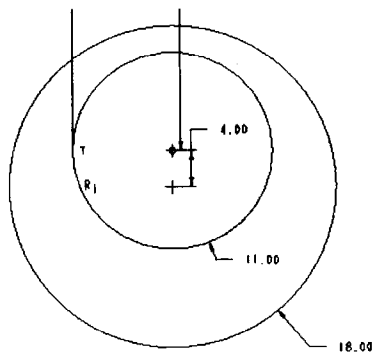

图 1-24 绘制直线
(10) 单击 按钮绘制圆, 其圆点与半径为 11 的圆在同一垂直方向上 (绘制时系统提示约束) 且圆心间距为 4, 将半径修改为 18, 如图 1-24 所示。